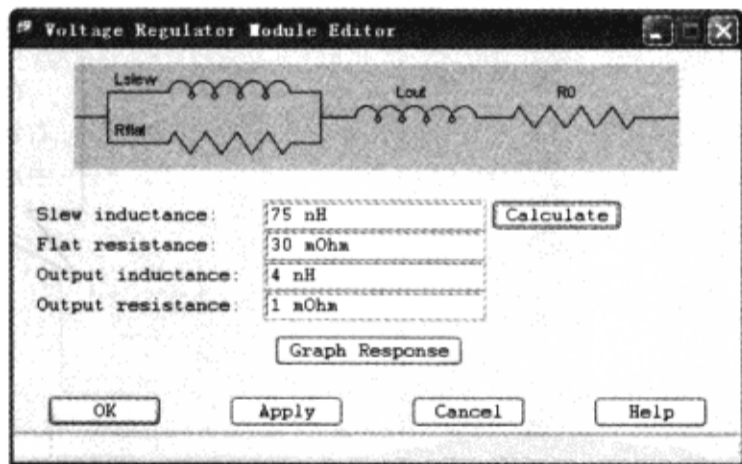

图 7-12-60 “Voltage Regulator Module Editor”对话框
(2) 在“Edit VRM”对话框中单击“Model Edit”按钮，弹出“Voltage Regulator Module Editor”对话框，在此可以看到电压调节模块（VRM）的原理图结构，如图 7-12-60 所示。